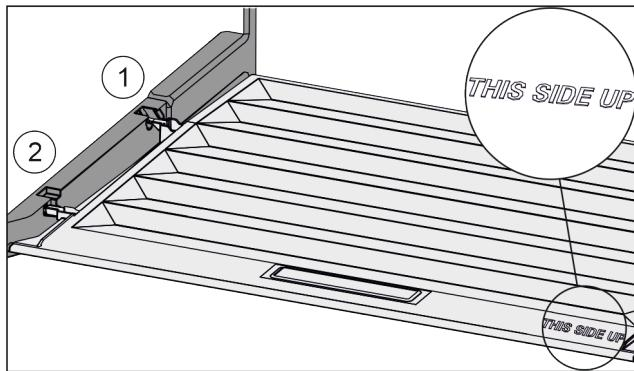

Fig. 117
- Вставити поперечні ребра через отвір заднього тримача Fig. 117 (1) і зафіксувати спереду у тримачі Fig. 117 (2).